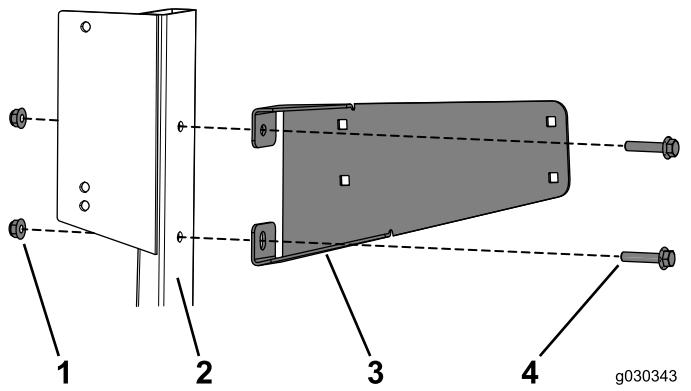

Figura 25
- Fixe a montagem do depósito à montagem do tubo no compartimento do motor utilizando os 2 parafusos de cabeça flangeada (5/16 pol. x 1½ pol.) e as 2 porcas flangeadas (Figura 25).